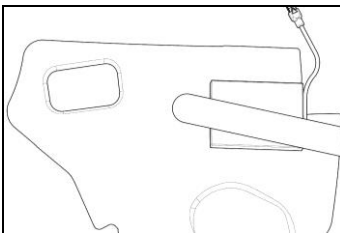

Fig. 32
- Positionner la batterie dans le siège de la joue polystyrène droite et la fixer en utilisant la bandelette velcro (Fig. 32).